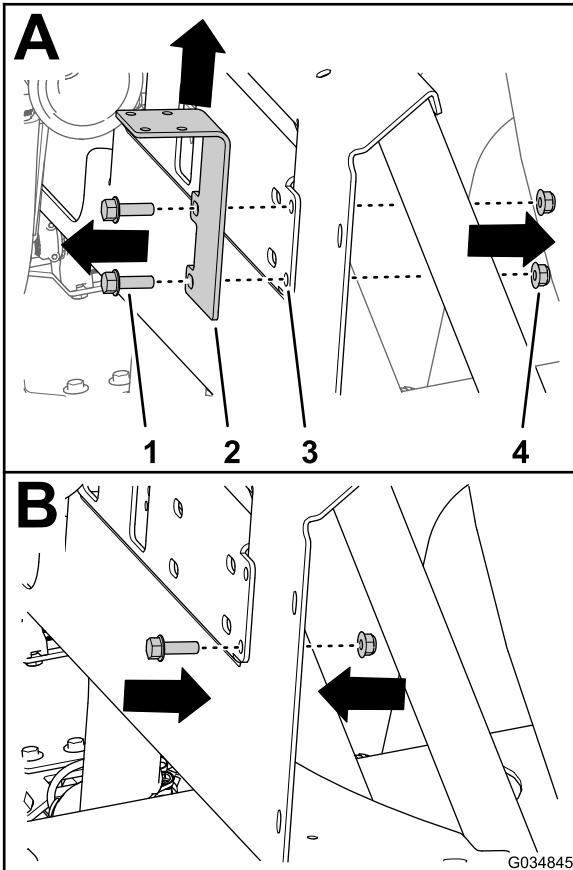

図 54
5. バイパスシャットオフバルブ用のサポートブラケットをマニホールドマウントに固定しているフランジヘッドボルト $5/16" \times 1"$ 2本、フランジロックナット $5/16"$ 2個を取り外し図 54のA、シャットオフバルブのブラケットを外す。
6. フランジヘッドボルト5/16" x 1"とフランジロックナット5/16"を、マニホールドマウント図 54のBステップ5で取り外したシャットオフバルブブラケットの下穴のところ。